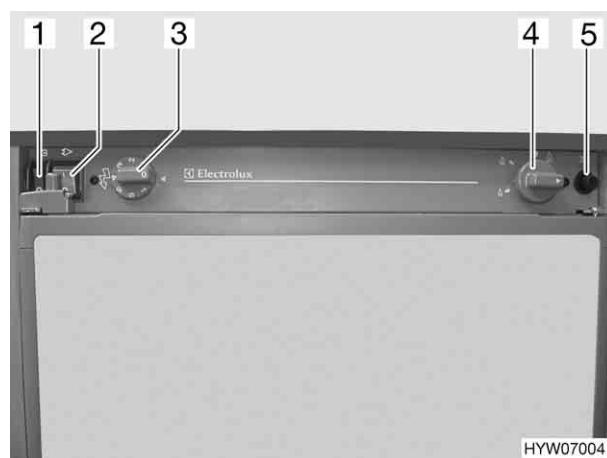

Fig. 92 Elementi di comando del frigorifero
- Posizionare l'interruttore 230 V "掣" (Fig. 92,2) su "0".
- Posizionare l'interruttore 12 V "电池" (Fig. 92,1) su "0".
- Spostare il pomello girevole (Fig. 92,4) sulla posizione di fiamma alta "焰", premerlo e mantenerlo premuto. Aspettare fino a che il gas non fluisce verso il bruciatore.
- Premere il pulsante di accensione (Fig. 92,5) due volte con forza a brevi intervalli.
- Posizionare l'interruttore 12 V  (Fig. 92,1) su "0".
- Posizionare l'interruttore 230 V  (Fig. 92,2) su "I".
- Impostare con il termostato del pomello girevole  (Fig. 92,3) la temperatura di refrigerazione desiderata fra "1" e "7".